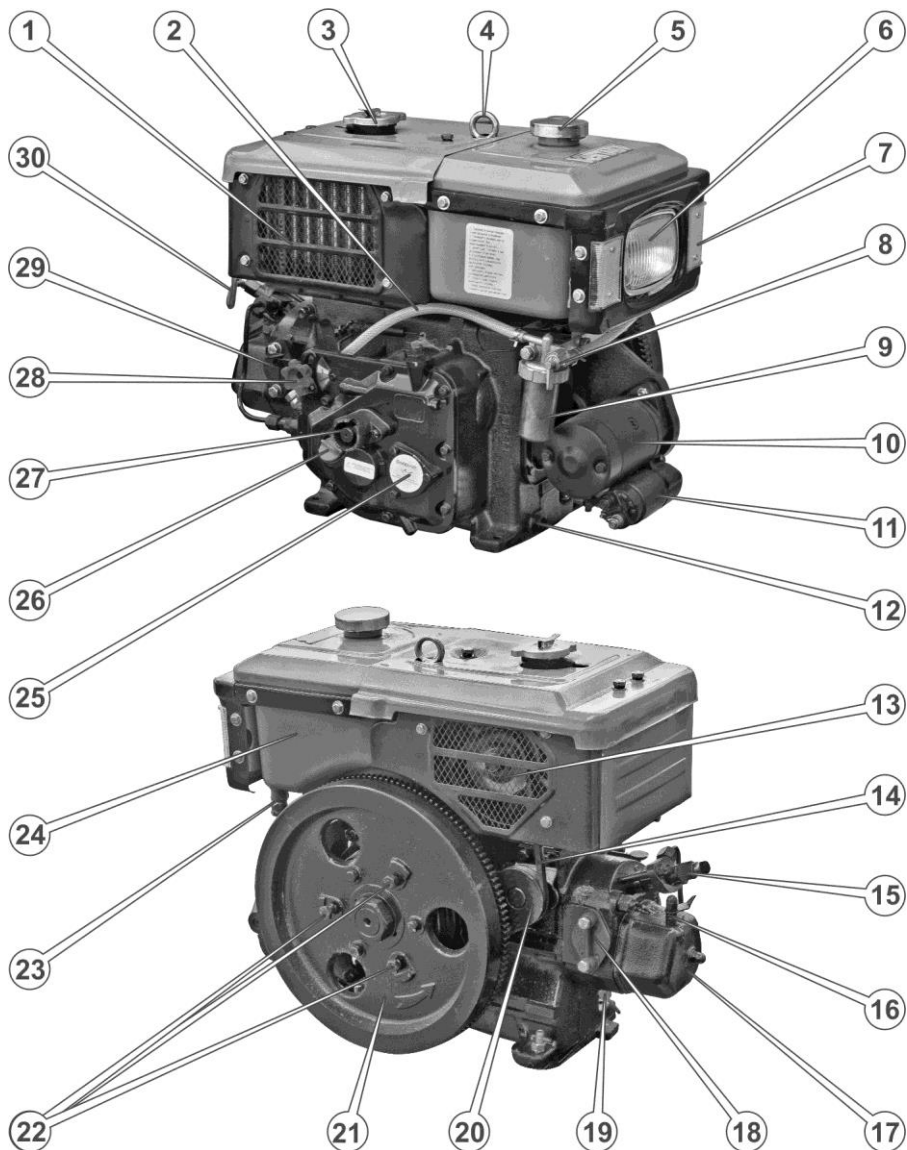

Рисунок 3. Органи двигуна ДД 180ВЕ
**Зовнішній вигляд, комплектація та розташування складових частин двигуна ДД180ВЕ можуть дещо відрізнитися від зображених на рис. 3.**